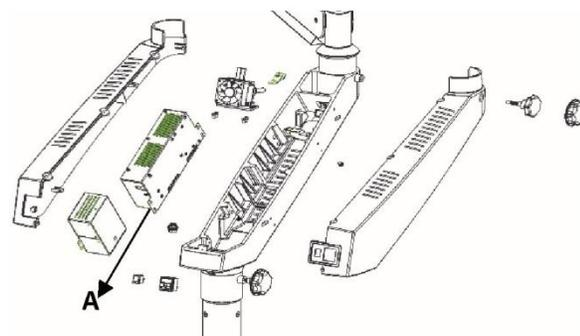

Fig. 12
- Retire las tapas del brazo giratorio desenroscando los tornillos en la parte superior e inferior como se muestra en la Fig. 12.
- Retire las conexiones de la fuente de alimentación y reemplace el conjunto de iluminación (A) de la Fig. 12 con un nuevo conjunto y vuelva a ajustar las conexiones.